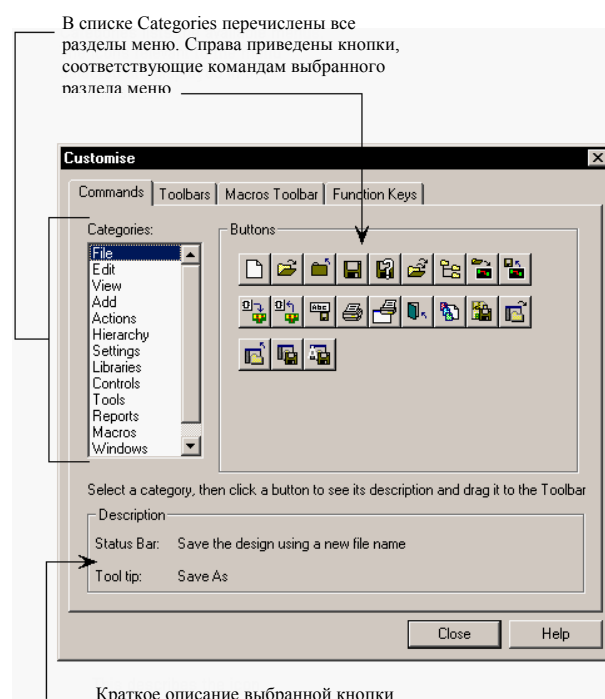

Рис. 21. Окно пользовательских настроек панелей инструментов.
1. Выполним команду меню Tools | Customize и в появившемся диалоговом окне Customize выберем закладку Commands (рис. 21).
1. Выполним команду меню Tools | Customize и в появившемся диалоговом окне Customize выберем закладку Toolbars (рис. 21).